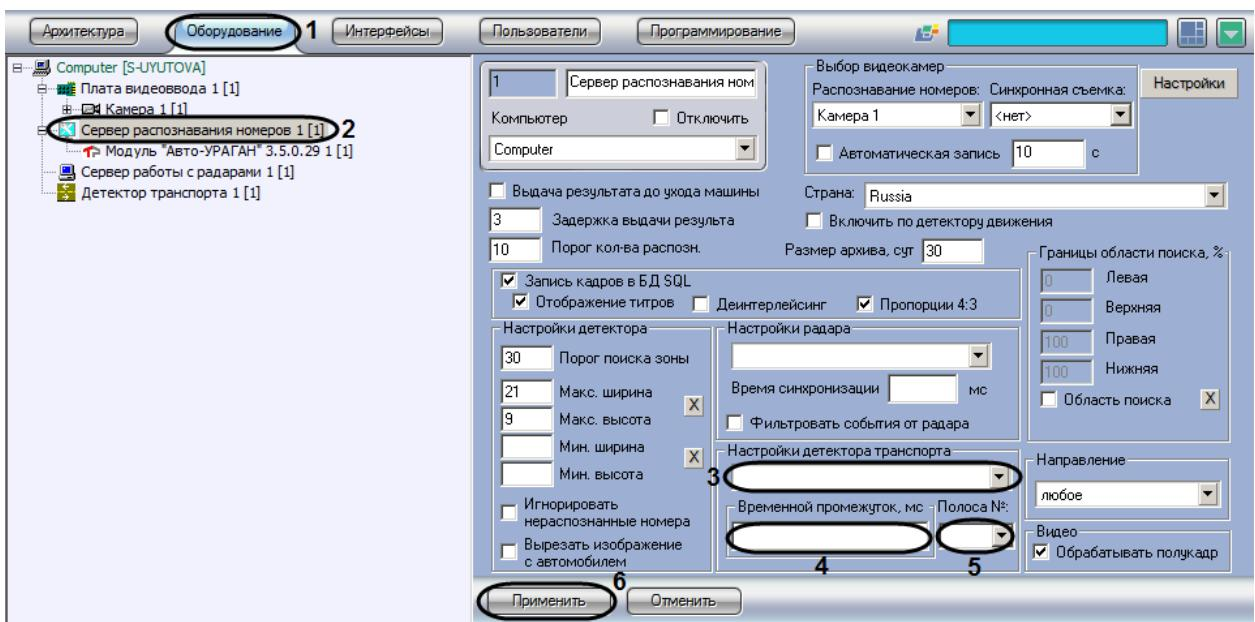

Рис. 7.2—21. Настройка совместной работы Сервера распознавания номеров и программного модуля «Детектор транспорта»
1. В диалоговом окне «Настройка системы» перейти на вкладку «Оборудование» (см. Рис. 7.2—21, 1).
2. В дереве объектов на вкладке «Оборудование» выбрать объект «Сервер распознавания номеров», соответствующий активированному программному модулю «Авто-УРАГАН 3.5.0.29», «CARMEN-паркинг», «CARMEN-Авто» или «VIT» (см. раздел «Активация программного модуля, используемого для распознавания номеров», Рис. 7.2—21, 2). В правой части вкладки «Оборудование» отобразится панель настройки выбранного объекта.
3. Выбрать объект «Детектор транспорта» из списка доступных детекторов в системе (см. Рис. 7.2—21, 3). В данном списке требуется выбрать объект «Детектор транспорта», который направлен на ту же полосу дорожного движения, что и видеокамера, работающая совместно с Сервером распознавания номеров.
4. Указать время в поле «Временной промежуток, мс», в течение которого автомобиль должен проехать расстояние от участка дороги, где происходит определение параметров транспортного потока программным модулем «Детектор транспорта», до участка дороги, где происходит определение номерного знака транспортного средства Сервером распознавания номеров (см. Рис. 7.2—21, 4). Параметр «Временной промежуток, мс» выражается в миллисекундах.
5. Выбрать полосу дорожного движения из всех полос разметки для программного модуля «Детектора транспорта» (см. раздел «Настройка программного модуля «Детектор транспорта»), на которую настроена видеокамера Сервера распознавания номеров (см. Рис. 7.2—21, 5).